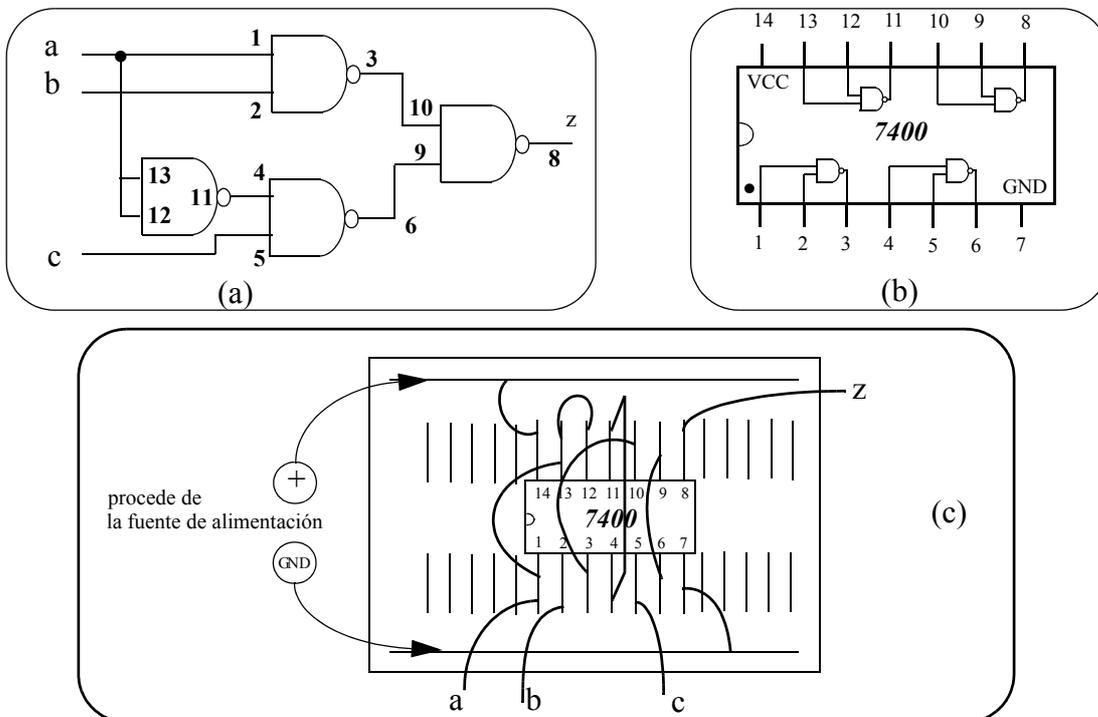

Figura 25: Representación de circuitos: a) estándar con número de pin; b) circuito equivalente del 7400; c) Representación de las conexiones
- f) Asocie cada terminal de su dibujo (forma estándar) al número y *pin* del CI correspondiente (ver Figura 25.a-b para $z = a \cdot b + \bar{a} \cdot c$). Esto es mucho más claro para analizar los circuitos implementados que dibujar los cables sobre la forma aparente del CI (Figura 25.c).